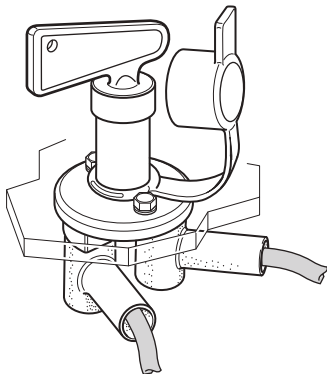

Fig. 48
- Spingere i cappucci di protezione in gomma sulle viti di collegamento (Fig. 48).